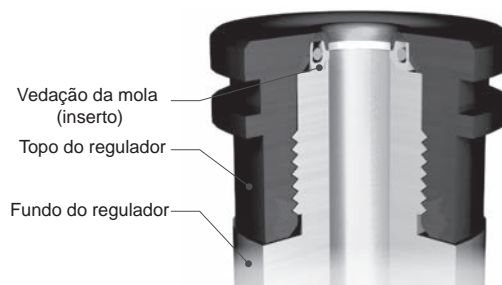

Figura 58: Conjunto do topo do regulador
- viii. Inspeccione o Topo do Regulador para se certificar que a Vedação da Mola (Topo do Regulador) não irrompa durante a instalação e que a Vedação da Mola (Topo do Regulador) esteja orientada como exibido na Figura 58.
- ix. Inspeção o Topo do Regulador para se certificar que a Vedação da Mola (Topo do Regulador) não irrompa durante a instalação e que a Vedação da Mola (Topo do Regulador) esteja orientada como exibido na Figura 58.